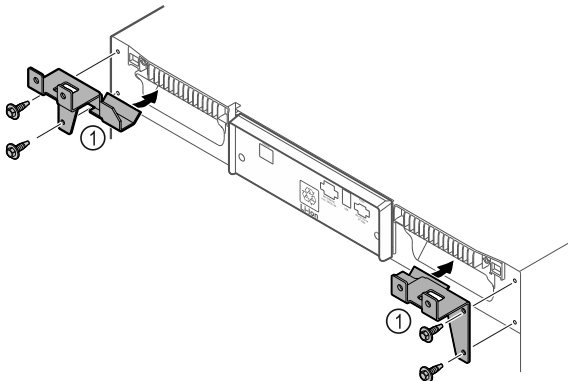

Fig. 10
- Fixer les pièces de retenue Fig. 10 (1) à l'appareil à l'aide des vis fournies.